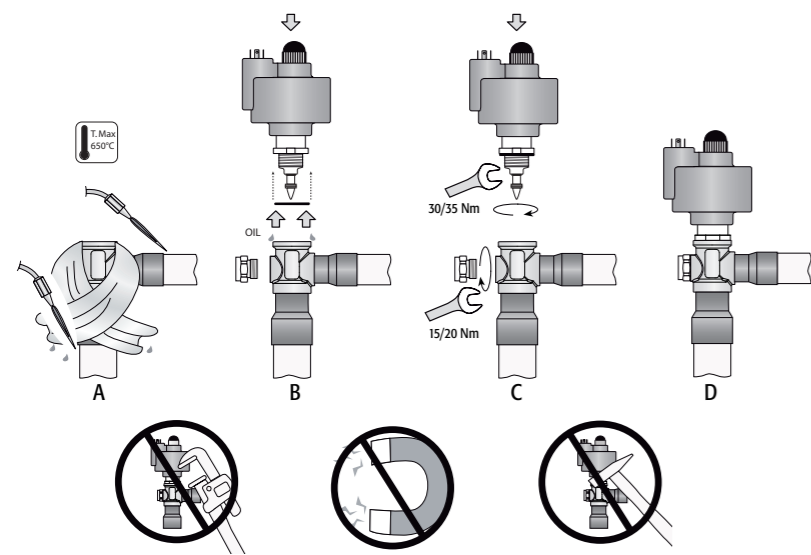

Fig. 2
Le valvole E³V devono essere saldate al circuito mediante brasatura dei raccordi in rame ai tubi di uscita condensatore (IN) e di ingresso evaporatore (OUT). Seguire la successione indicata in Fig. 2 procedendo in questo modo:
2. avvolgere uno straccio bagnato sul corpo della valvola e procedere alla saldatura senza surriscaldarla orientando la fiamma verso l'estremità dei raccordi come da Fig. 2 A (per una migliore brasatura senza alterare la tenuta della zona di saldatura tra corpo e raccordi utilizzare lega con temperatura di fusione inferiore a 650 °C o con tenore di argento superiore del 25 %).
3. a valvola fredda, prelevare l'O-ring (ORM0200-20 - diametro interno 20 mm - spessore 2 mm - materiale: Neoprene) presente nella confezione ed inserirlo con le dita nella cartuccia della valvola facendo attenzione a non danneggiarlo con la filettatura (Fig. 2 B). **Attenzione! Per garantire una migliore tenuta dell'assieme è consigliato l'utilizzo di O Ring in Neoprene (materiali diversi possono compromettere il corretto utilizzo dell'assieme) lubrificati con uno strato sottile di olio compatibile.**
4. avvitare nel corpo valvola la cartuccia in acciaio sull'apposito alloggiamento filettato con una chiave a forchetta da 26 verificando il corretto inserimento nella cava dell'O-ring, che garantisce la tenuta ermetica. Serrare la cartuccia portando la ghiera in battuta sul corpo valvola con una coppia di serraggio suggerita di 30-35 Nm (Fig. 2 C). **Attenzione! Nel caso in cui lo stelo filettato fuoriuscisse completamente dalla sede di lavoro della cartuccia procedere secondo la seguente operazione:**
5. A valvola fredda, avvitare sul corpo valvola la spia di flusso all'interno dell'apposito alloggiamento filettato (in linea con il raccordo trasversale) con una chiave esagonale da 17 mm verificando la presenza dell'O-ring (OR114 - diametro interno 11.1 mm - spessore 1.78 mm - materiale: Neoprene) che ne garantisce la tenuta ermetica. Serrare la spia fino al raggiungimento del fine corsa meccanico del filetto (Fig. 2 C), con una coppia di 15-20 Nm. **Attenzione! Per garantire una migliore tenuta dell'assieme è consigliato l'utilizzo di O Ring in Neoprene (materiali diversi possono compromettere il corretto utilizzo dell'assieme).**
The E³V valves must be joined to the circuit by braze welding the copper fittings to the condenser outlet (IN) and evaporator inlet (OUT) pipes. Proceed as indicated in Fig. 2:
2. wrap a wet rag around the body of the valve and weld the fittings, without overheating the valve, aiming the flame at the end of the fittings as shown in Fig. 2 A (for better braze welding without affecting the seal of the weld between the body and the fittings, use alloys with a melting temperature of less than 650 °C or with a silver content higher than 25 %).
3. when the valve is cold, take the O-ring (ORM0200-20 - inside diameter 20 mm - thickness 2 mm - material: Neoprene) included in the packaging and place it by finger into the valve cartridge, making sure not to damage it with the thread (Fig. 2 B). **Warning! To ensure better tightness of the assembly, use the Neoprene O-ring (other materials may affect the correct operation of the assembly) lubricated with a thin layer of compatible oil.**
4. tighten the steel cartridge in the threaded socket on the valve body using a 26 mm spanner, making sure the O-ring is correctly inserted in the socket, to ensure a hermetic seal. Tighten the cartridge until the nut touches against the valve body, with a recommended tightening torque of 30-35 Nm (Fig. 2 C). **Warning! If the threaded rod comes completely out of the cartridge, proceed as follows:**
5. On cold valve body, screw the sight glass in the preset screwed housing (it is aligned with the transversal valve's fitting), by mean of an exagonal 17mm (3/8") key, carefully verifying the O-ring being correctly in place (OR114 - Ø11.1 mm internal diameter - 1.78 mm thickness - material: neoprene) assuring in this way the hermetic sealing. Gently tighten the sight glass up to its stroke end (Fig. 2 C), by applying a 15-20 Nm tightening torque. **Warning!** In order to guarantee the perfect sealing, only original Carel O-rings have to be used (different products could affect the system correct sealing).
6. Make sure that the red stator is fully inserted on the cartridge with the black nut screwed on tightly until deforming the rubber ring on the stator (tightening torque 0.6 Nm) (Fig. 2 D).